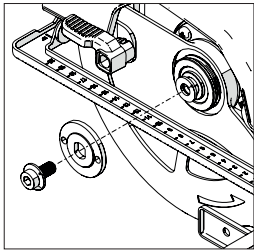

Fig. 4
- Utilizzando la chiave esagonale, allentare e rimuovere la vite a brugola del mandrino, i relativi ancoraggi e la flangia esterna conduttrice della lama. **(Fig. 4)**